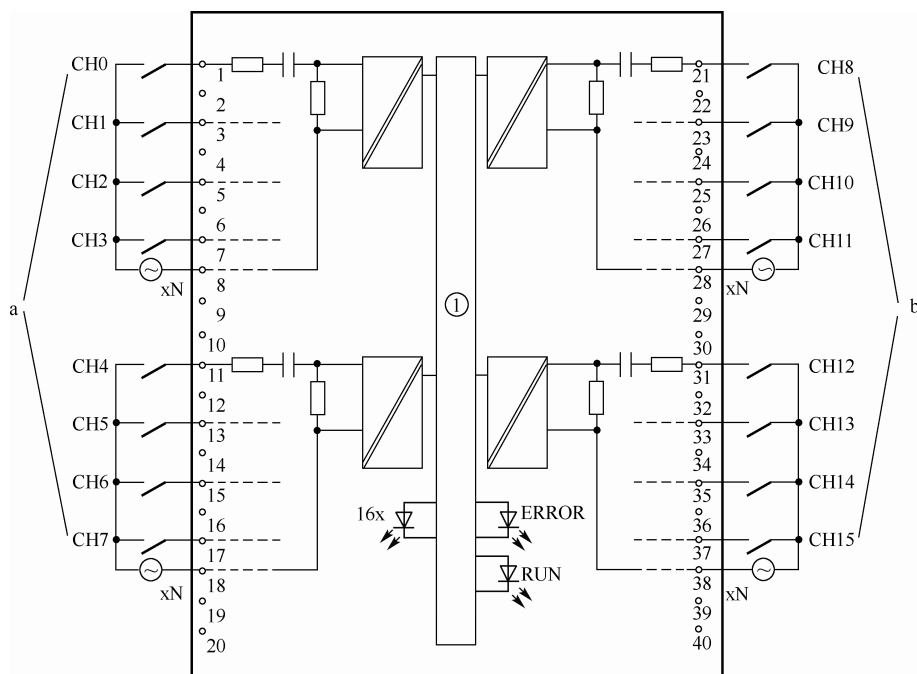

图 2-15 交流输入模块 (6ES7521-1FH00-0AA0) 的接线
② 交流模块一般用于强干扰场合。典型的交流输入模块（6ES7521-1FH00-0AA0）的接线如图 2-15 所示。注意：交流模块的电源电压是 120/230V AC，其公共端子 8、18、28、38